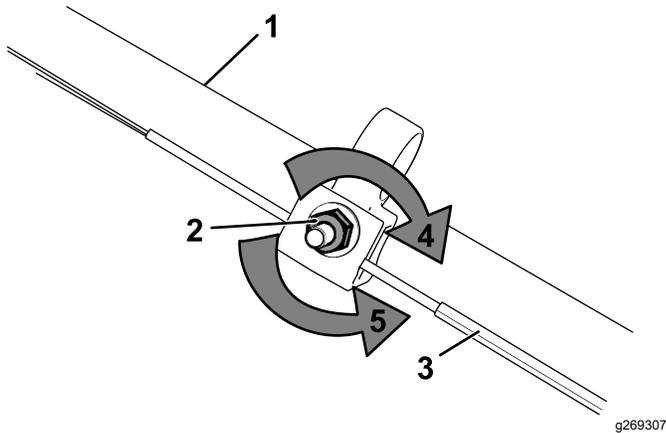

Figura 22
1. Gire la tuerca de ajuste en sentido antihorario para aflojar el cable (Figura 22).
2. Ajuste la tensión del cable (Figura 22) tirando del mismo hacia atrás o empujándolo hacia adelante, y manténgalo en esa posición.